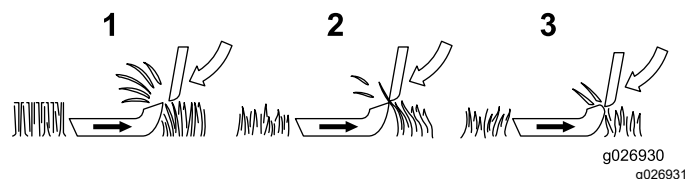

図 8
1. **ベッドナイフとリールの接触** 図 8 — ベッドナイフとリールの接触は軽くなければなりません。これによって刃先が鋭利に保たれて美しい刈り上がりになるのです。刃と刃を接触させずに使用する